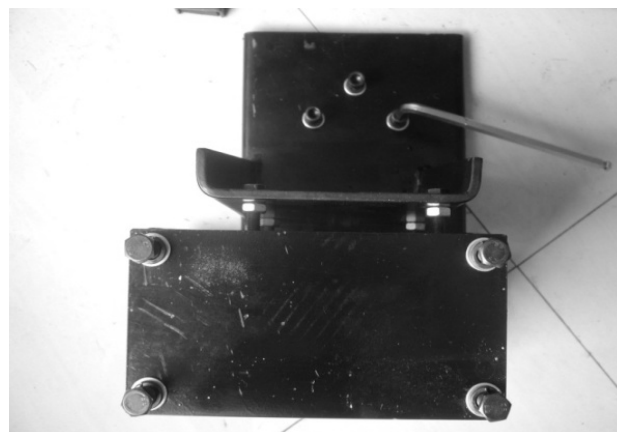

Рис. 7-1
7.1.2 Снимите пакет вспомогательного оборудования PL330. Проверьте вспомогательное оборудование по упаковочному листу. После проверки снимите основание в сборе (Рис.7-1) и снимите болт и шайбу.